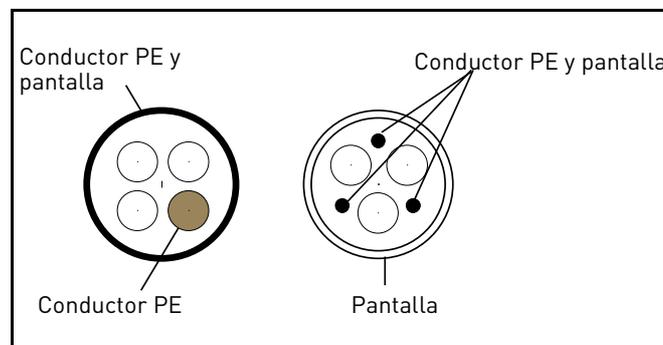

Figura 18. Ejemplo con cable trifásico.
- 2 = Cable de alimentación simétrico provisto de malla concéntrica protectora, específico para la tensión de red en cuestión. (MCMK o similar recomendado). Ver la Figura 18.
- 3 = Cable de alimentación simétrico provisto de pantalla compacta de baja impedancia, específico para la tensión de red en cuestión. [MCCMK, EMCMK o similar recomendado; Impedancia de transferencia del cable recomendada (1...30 MHz) máx. 100 mohm/m]. Ver la Figura 18.